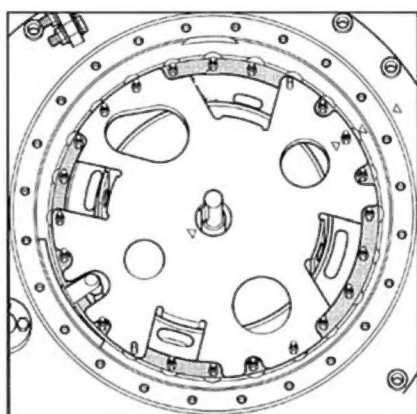

图 15
(3) 拆下切换开关本体支撑板(无红色区域)上的紧固螺母(5-M8 螺母, 13 号扳手, 图 15)。